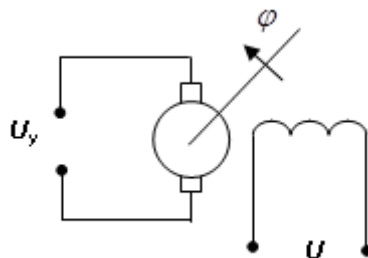

Рис. 3.3. Принципиальная схема двигателя с независимым возбуждением
*Вариант №1.* Вывести формулу передаточной функции двигателя с независимым возбуждением. Принципиальная схема двигателя представлена на рис. 3.3. Разработать структурную схему. При управлении со стороны якорной цепи напряжение  $U = \text{const}$ .